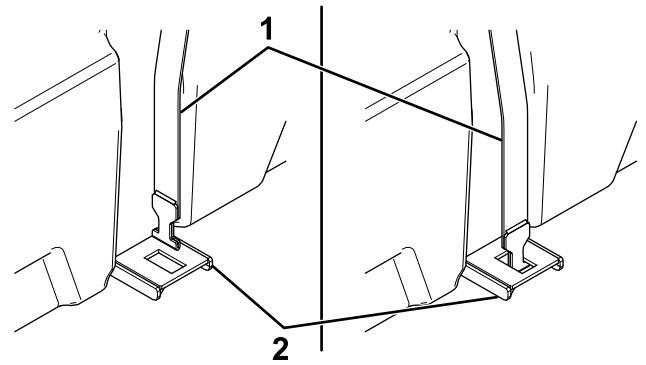

Figura 5
12. Introduzca el extremo en T de las correas del depósito en la parte trasera de los largueros del bastidor y gírelas 90° para sujetarlas (Figura 5).